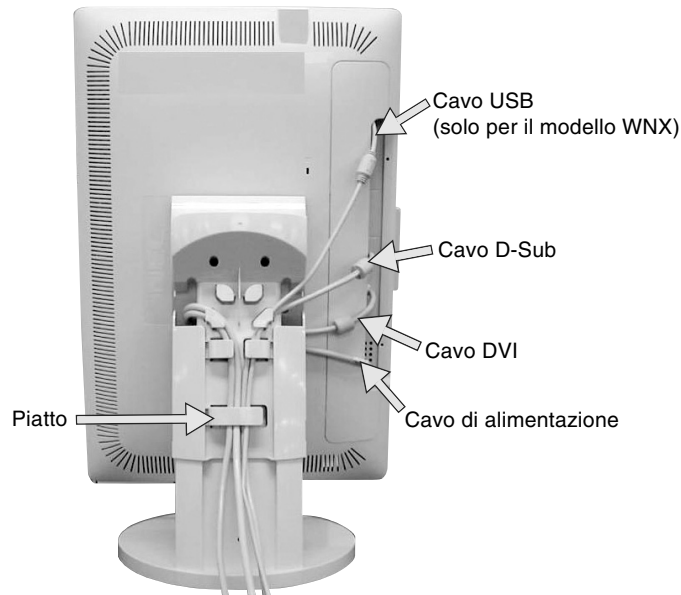

Figura C.6
8. Per gestire correttamente i cavi, mettere i cavi in quest'ordine: cavo di alimentazione e cavo DVI (**Figura C.6**).
9. Inserire il cavo DVI e il cavo di alimentazione nei ganci specifici indicati nella **Figura C.6**.
10. Inserire il cavo D-Sub e il cavo USB nei ganci specifici come indicato nella **Figura C.6** (Cavo USB: solo per il modello WNX).
12. Assicurarsi che tutti i cavi siano piatti contro il supporto (**Figura C.6**).